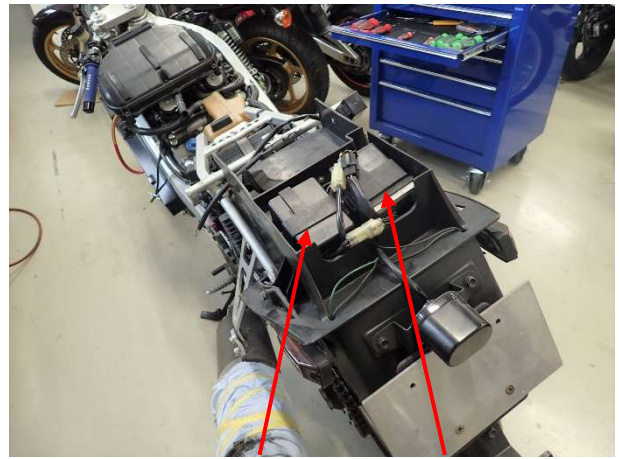

図4、ノーマルCDIコンバータ/コントローラを外す
- ⑦ CDIコンバータ／CDIコントローラを外し(図4)、SP2 ワイヤハーネスを9ページ接続図のように接続して下さい。ノーマルイグニッションコイルを外した緑端子はどこにも接続する必要はありません。SP2 コントロールユニットは、水などが溜まらないようにスイッチ面を横向きにして固定して下さい。